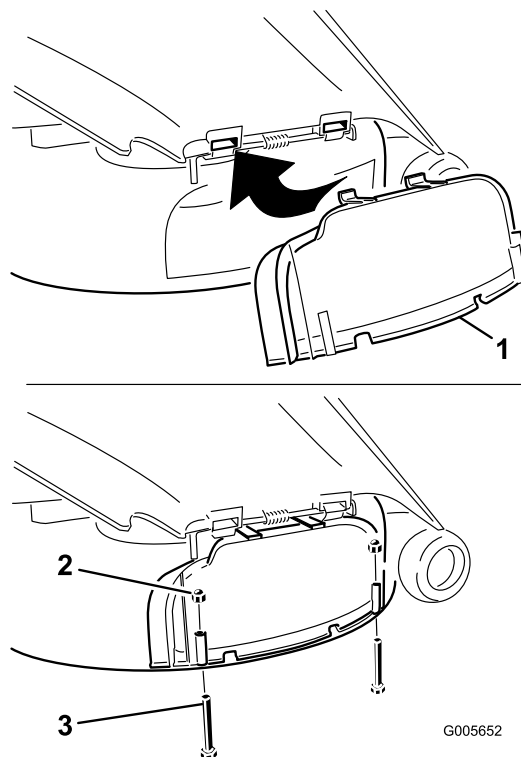

Figure 20
3. Soulevez le déflecteur d'herbe et glissez les languettes en haut de l'obturateur d'éjecteur sous la tige de retenue du déflecteur d'herbe. Abaissez l'obturateur d'éjection jusque sur le bord inférieur du carter de tondeuse pour fermer l'ouverture (Figure 20).
4. Fixez l'obturateur d'éjection au bord inférieur du plateau de coupe avec deux boulons (1/4 x 2-1/2 po) et deux écrous borgnes (1/4 pouce), comme illustré à la Figure 20.